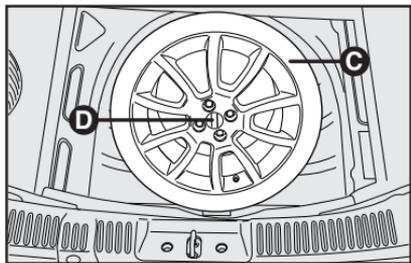

fig. 3
- Desatarraxar o dispositivo de bloqueio **D-fig. 3** e retirar a roda sobressalente;